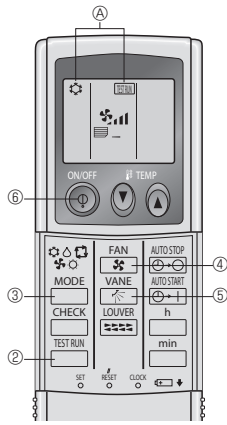

Fig. 7-2
7.2.2. การใช้รีโมทคอนโทรลแบบไร้สาย (Fig. 7-2)
- ① เปิดเครื่องไว้อย่างน้อย 12 ชั่วโมงก่อนทดสอบการทำงาน
- ② กดปุ่ม **TEST RUN** สองครั้งติดต่อกัน